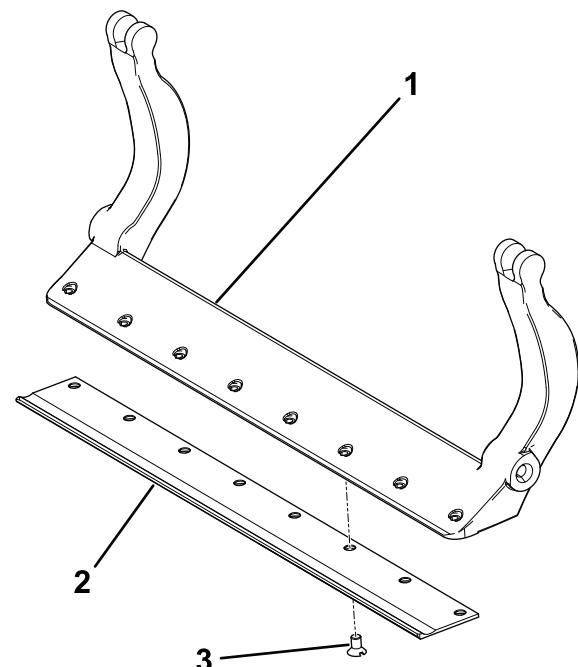

Figure 40
3. Appliquez du produit antigrippant sur les vis et montez la contre-lame sur la barre d'appui comme suit (Figure 40) :
- A. Serrez les 2 vis à extérieures à 1 N·m ; voir Figure 40.
- B. En partant du centre de la contre-lame, serrez les vis à un couple de 23 à 28 N·m ; voir Figure 40.